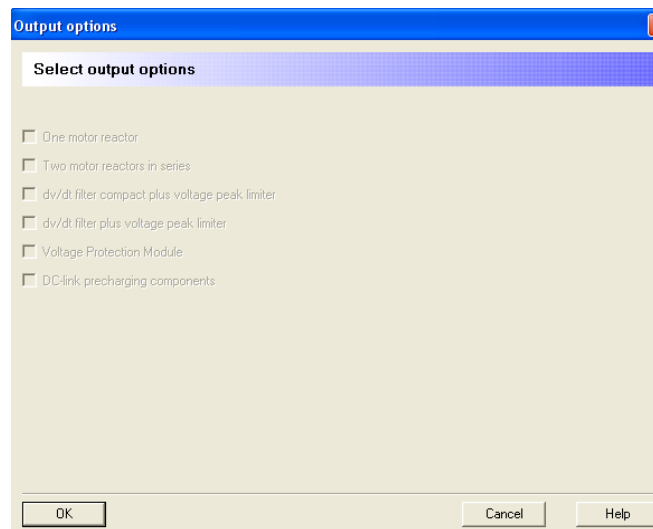

Figura 3.2.93 “Select output options”
- *Output options*: debido a las opciones anteriormente seleccionadas en esta ocasión no se podrá seleccionar ninguna de las opciones que aparecen en la ventana, como se muestra en la figura 3.2.93.